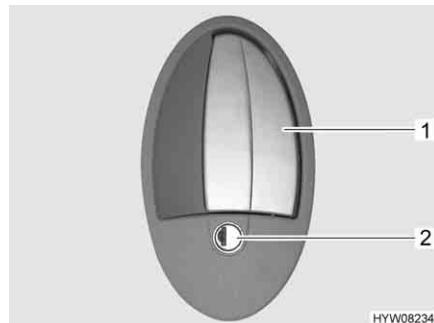

Fig. 14 Serratura della porta, lato esterno
Apertura: ■ Inserire la chiave nel cilindro della serratura (Fig. 14,2) e ruotare fino a quando la serratura della porta si sblocca.
■ Tirare la maniglia della porta (Fig. 14,1). La porta è aperta.
Bloccaggio: ■ Inserire la chiave nel cilindro della serratura (Fig. 14,2) e ruotare fino a quando la serratura della porta si blocca.